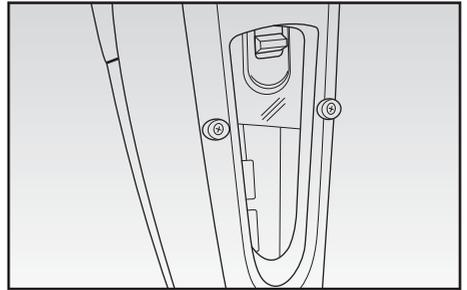

Abb. 11
- Auf der Rückseite des Geräts kontrollieren, ob der Staubbehälter (F) voll ist, bis zum MAX-Füllstand (Abb. 11).